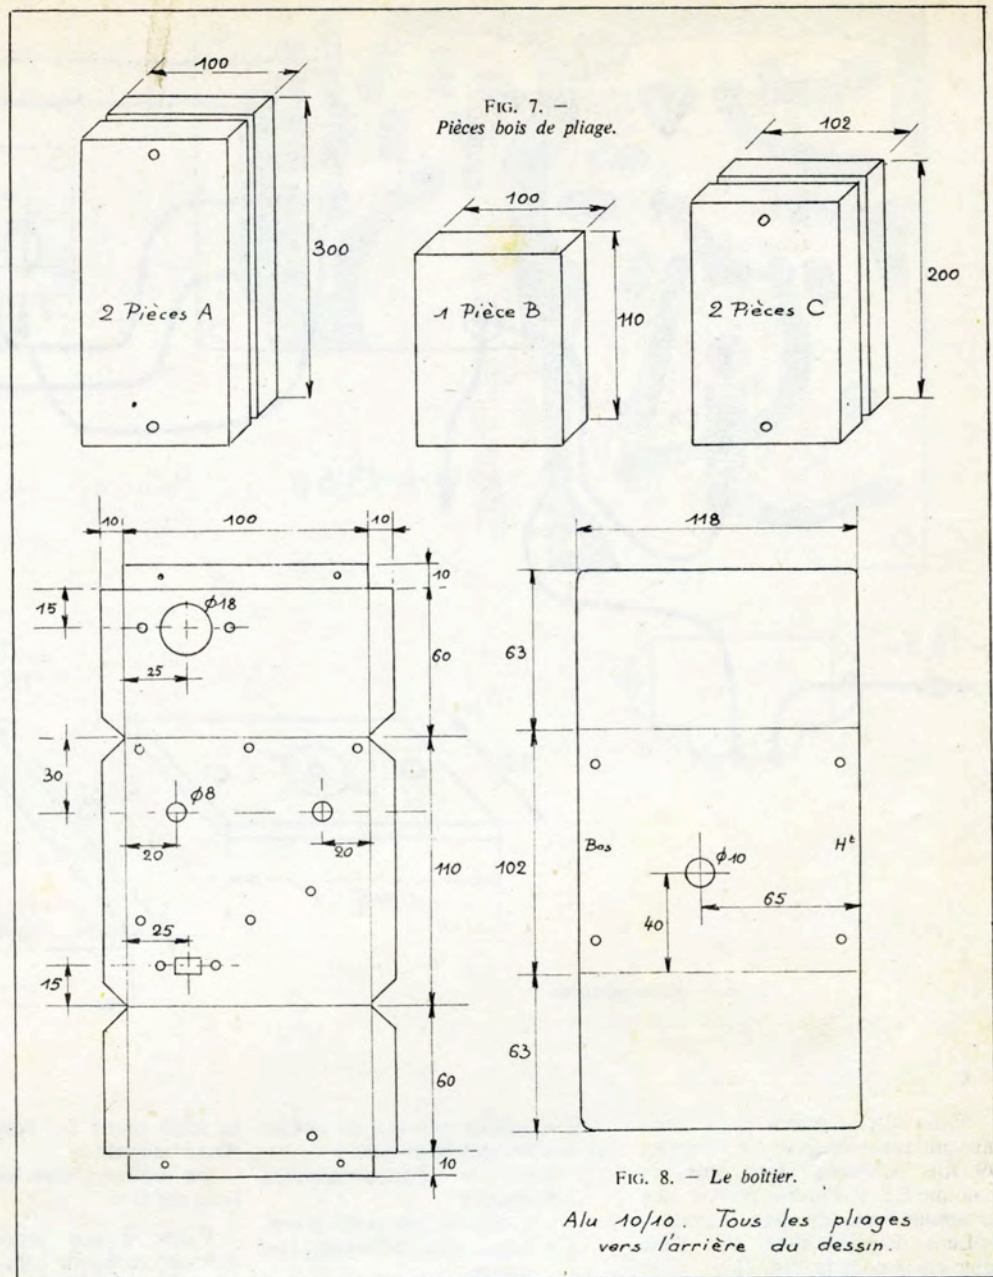

FIG. 8. - Le boîtier.
b) Le boîtier (Fig. 8).
On trouve toutes les cotes sur la figure 8.